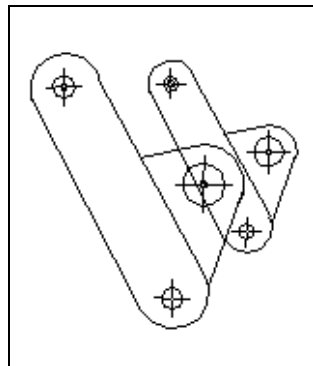

Рис. 10.6. Масштабирование объекта с сохранением исходной копии
- ◆ задайте ЛК мыши положение базовой точки **a1**. Система изменила изображение в соответствии с масштабными коэффициентами, и вы видите его фантом (рис. 10.6);